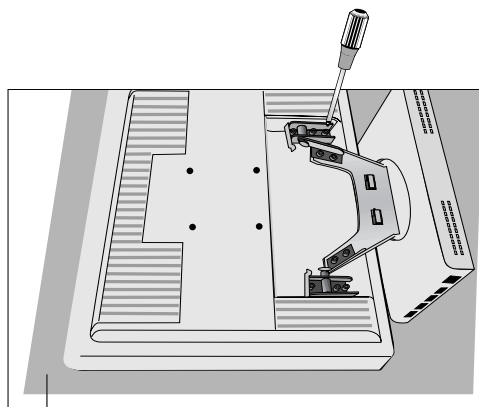

Рисунок R.2
3. Положите монитор экраном вниз на неабразивную поверхность (**Рисунок R.2**).
4. Отвинтите 4 винта, крепящие монитор к подставке, и снимите сборную подставку (**Рисунок R.2**). Теперь монитор готов к установке в другом положении.